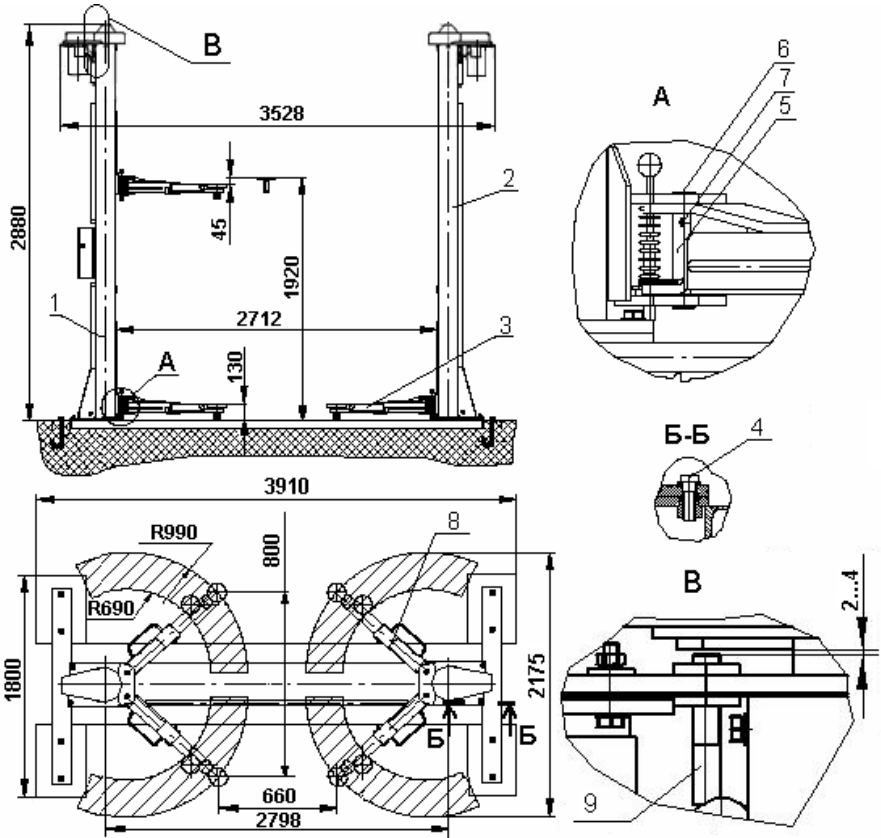

Рис. 1. Подъёмник стационарный ПР - 3
4.1. Подъемник состоит из: двух стоек 1 и 2, четырех балок 3 со вставками и опорами (см. Рис.1, 2). Стойка состоит из: вертикальной колонны, привода подъема, каретки.
Стойки 1 и 2, подъемника ПР-3 крепятся болтами 4 к раме, забетонированной в пол (см. Рис. 1).